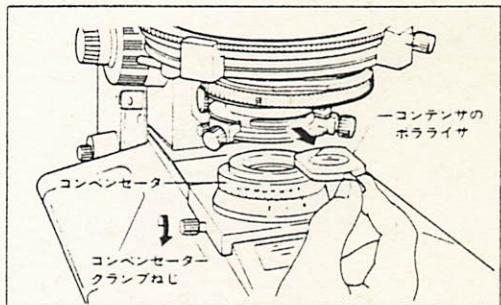

図17
- 6) コンデンサのポラライザを外し、コンペニセータをベースのフィールドレンズ上に載せクランプします。このとき、ポラライザ上に取り付いている1/20波長板は、クランプを緩めて取り外しておきます。（図17）